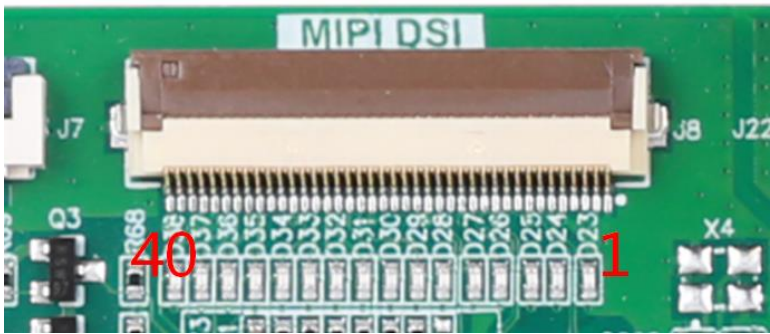

图 1.10 MIPI DSI 接口
Smart-RT1176-T 评估板支持 1 路 MIPI DSI 液晶屏接口，接口采用 FH12-40S-0.5SH(55) 上掀下接，引脚间距 0.5mm，PIN 数为 40，可使用 FPC40-0.5mm 排线对外连接。MIPI DSI 的接口如图 1.10 所示，引脚从右到左 1-40 递增，引脚定义见表 1.6。接口引脚的 GPIO 信号，除 MIPI DSI 信号外，其它 GPIO 均为 3.3V 电平。